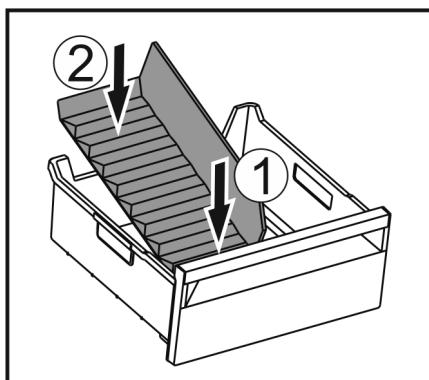

Fig. 176
- ▶ Introduceți partea frontală a separatorului pentru compartimentul de gheăță. Fig. 176 (1)
- ▶ Coborâți partea posterioară a separatorului pentru compartimentul de gheăță până la baza sertarului. Fig. 176 (2)